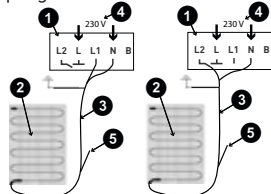

Afb. 4: Handdoekhouder
- (1) Voer de aansluiting uit conform de instructie op de thermostaatchterzijde (zie afb. 4 & 5). De massakabel voor de voeding en voor de verwarmingskabel wordt op een aansluitklem in de doos aangesloten.
- (2) Plaats de sokkel in de doos en bevestig deze met 2-4 schroeven.
- (3) Sluit de touch panel op de sokkel aan (insteekverbinding). Druk vervolgens de touch panel op de sokkel tot u een klik hoort.